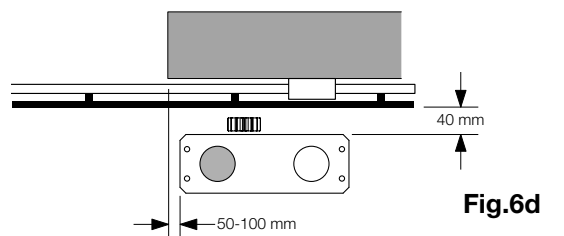

Fig.6d
- Fig. 6d installation avec moteur à droite